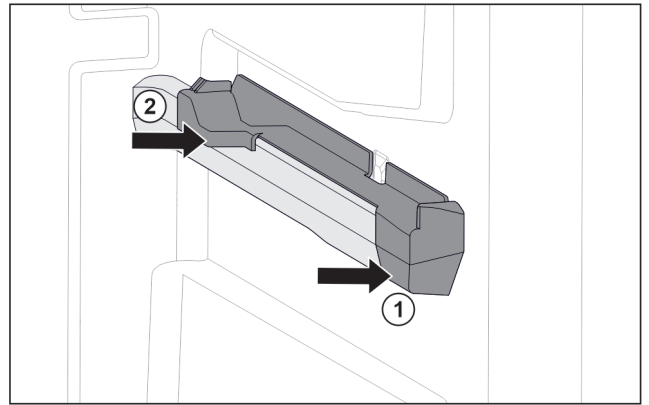

Fig. 80 Insteeklement op rechter containerrib
- ▶ Insteeklement voor tegen containerrib plaatsen. Fig. 80 (1)
- ▶ Insteeklement achter aandrukken. Fig. 80 (2)